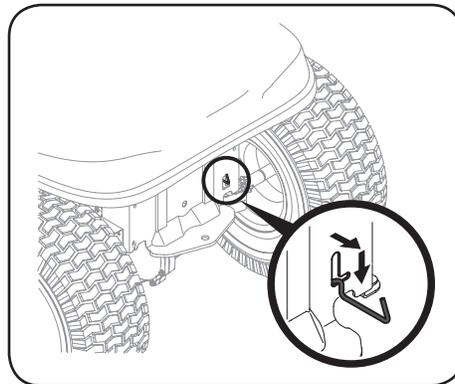

Figura 2-12
1. Localice la varilla de derivación hidrostática en la parte trasera del tractor. Consulte la Figura 2-12.